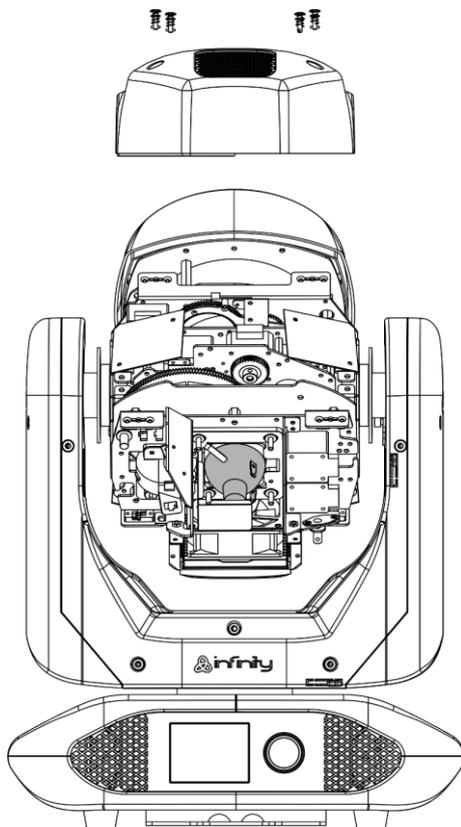

Abb. 03
- 04) Lösen Sie am Gehäuse die Exzentermuttern mit einer Vierteldrehung und nehmen Sie die Abdeckung ab (Abb. 03).